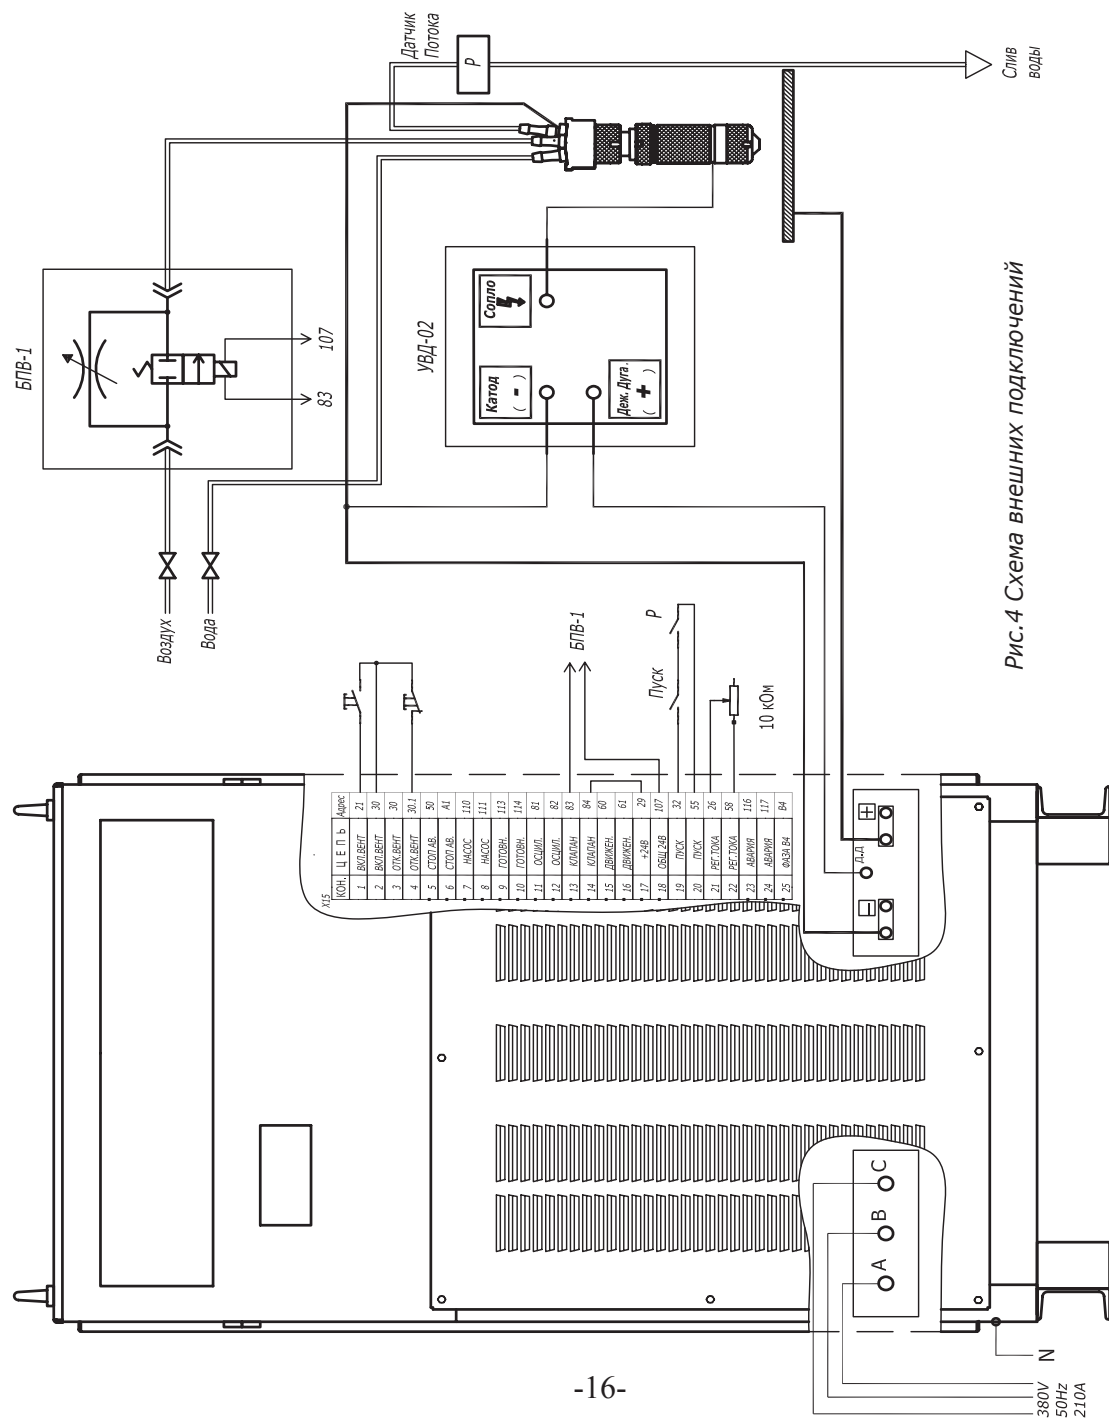

Рис. 4 Схема внешних подключений
8.3. Соедините все узлы установки в соответствии со схемой общей рисунок 4.